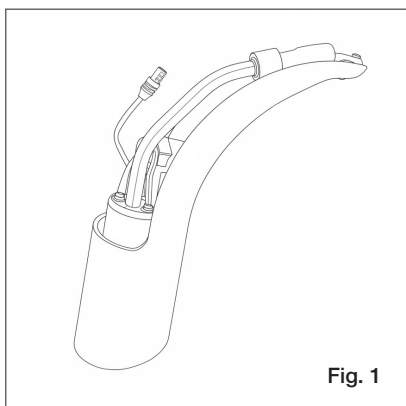

Fig. 1
1. Desligar a torneira do respetivo cabo de alimentação (fig. 1).
1. Disconnect the tap from the power supply cable (fig. 1).